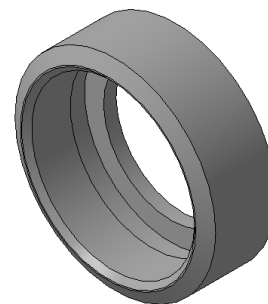

Рис. 7
9. На рис. 7 приведен результат выполнения операции вращения для гайки. Гайка имеет форму шестигранника, поэтому требуется удалить часть цилиндрической поверхности до получения шестигранника. Нажмите кноп-